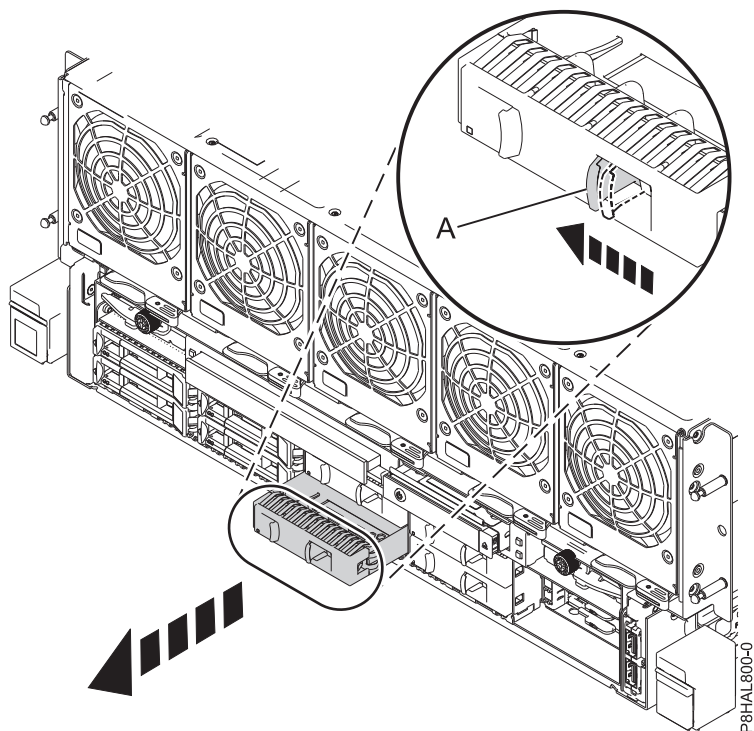

Figura 2. Extracció d'un panell de reblliment d'una unitat de disc d'un sistema 8408-44E o 8408-E8E
- a. Empenyeu la peça de bloqueig (**A**) de la nansa del panell de reblliment en la direcció que es mostra a la Figura 2 a la pàgina 5.